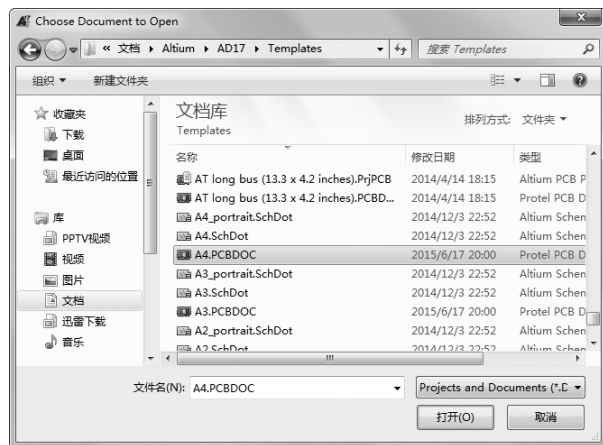

图 7-29 “Choose Document to Open”对话框
(1) 单击需要进行图纸操作的 PCB 文件，使之处于当前工作窗口中。
(2) 选择菜单栏中的“文件”→“打开”命令，弹出如图 7-29 所示的“Choose Document to Open”（选择打开文件）对话框，选中打开路径下的一个模板文件。